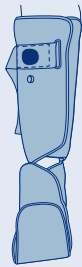

Fig.2
3. Chiudere la chiusura frontale dell'imbottitura. (fig.2)